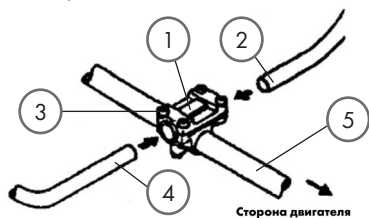

Рис. 2
U-образная рукоятка (рис. 2) состоит из двух частей: левой (4) и правой (2) ручек управления, которые прикреплены к штанге (5) с помощью соединительного кронштейна (1). Левая ручка служит для удержания бензотриммера левой рукой, а правая ручка - для удержания правой рукой и управлением работой бензотриммера.